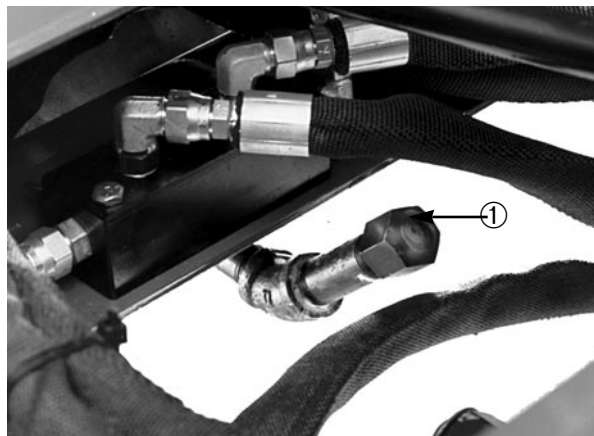

Fig. 5
1. Tappi di verifica (2) 2. Bulloni di montaggio
3. Togliere il tappo al centro del ponte e verificare il livello dell'olio. Se è basso, rabboccare fin quando non raggiunge la base del foro (Fig. 5).